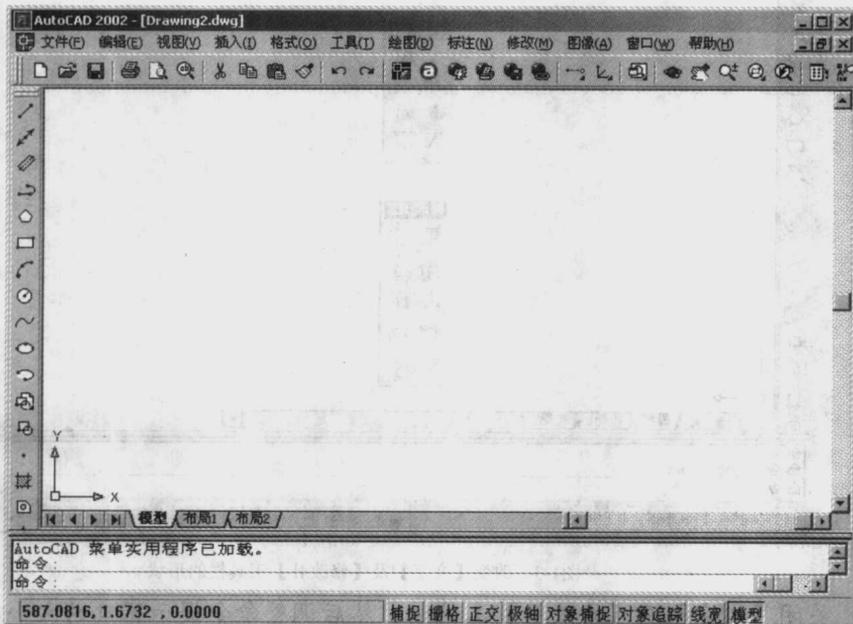

图1-1 关闭【修改】及【对象特性】工具栏
1. 启动 AutoCAD，进入 AutoCAD 用户界面。关闭【修改】工具栏及【对象特性】工具栏，如图 1-1 所示。